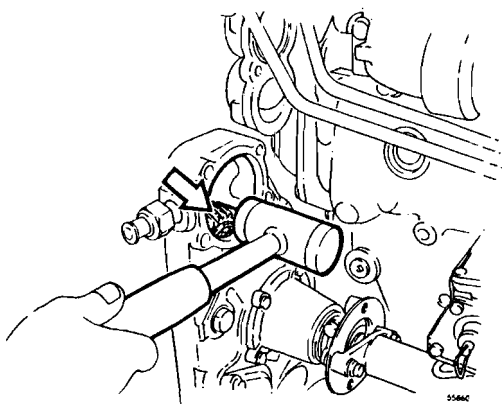

Fig. 170
- 16 Desmontar el piñón intermedio de la bomba de agua golpeándolo con un mazo blando, véase fig. 170.